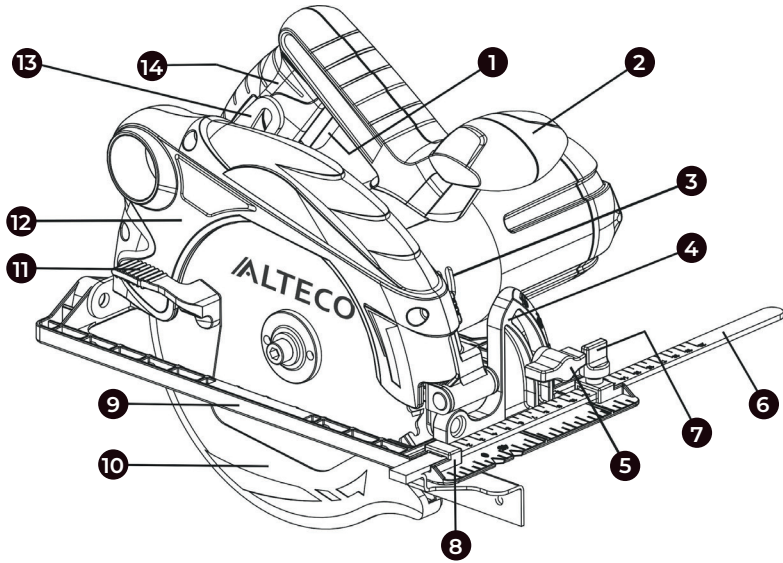
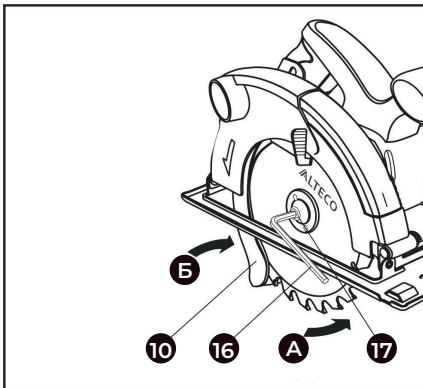

Рис. 1
Рис. 2
- Ослабьте фиксатор параллельного упора **(7)** (рис.1, рис.2), вставьте параллельный упор сквозь паз **(8)** в паз фиксатора, установите необходимую ширину пропила, затяните фиксатор **(7)**.